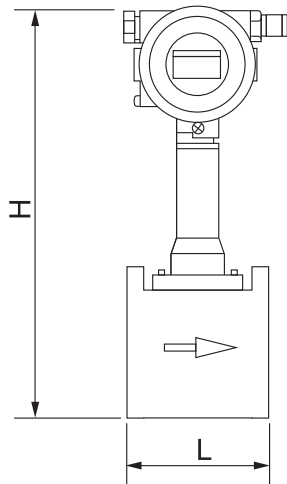
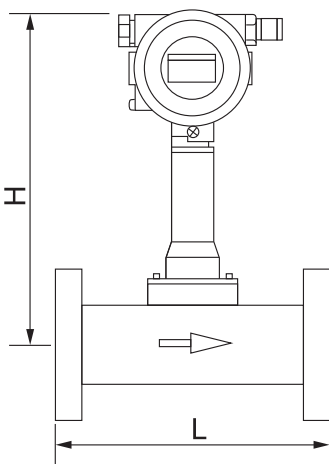

图10 CN夹持式连接
图11 CP法兰连接
- 连接尺寸: 流量计外形见图9, 夹持连接尺寸见图10与表10, 法兰连接图11与表11, 流量范围气体见表8, 液体见表9